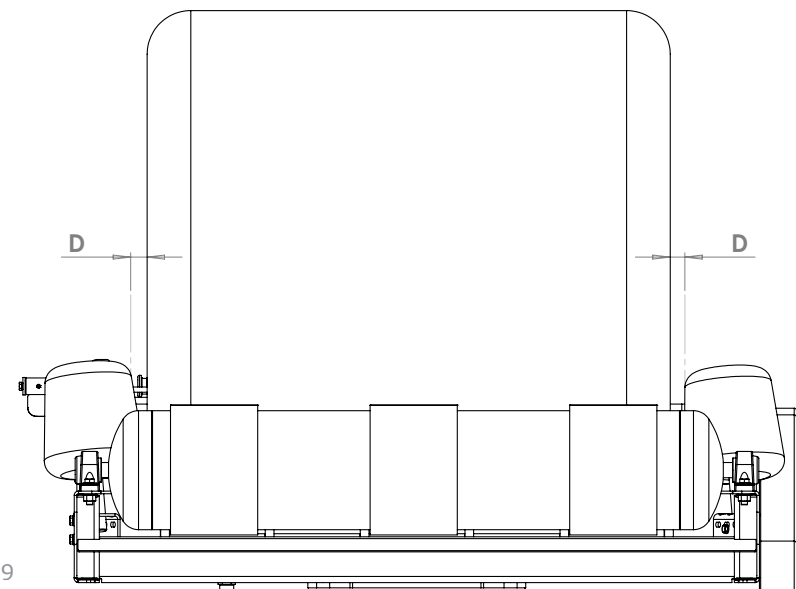

Fig. 6.9
Para permitir a estabilidade do fardo durante o processo de plastificação, os rolos de suporte podem ser ajustados para diferentes tamanhos de fardo. É importante que os rolos de suporte sejam ajustados de forma a que o fardo fique no meio da plataforma. Quando o fardo estiver sobre a plataforma (Ver Fig. 6.9) a distância entre as extremidades do fardo e os rolos de suporte (D) deve ser  $< 50$  mm.